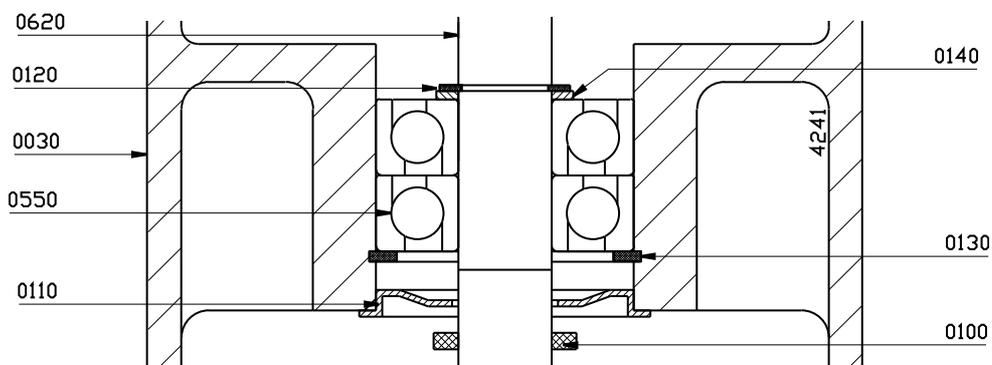

Figura 8: Montaggio cuscinetti a sfere.
**!** **Fare attenzione alla corretta posizione dei cuscinetti: l'anello interno del cuscinetto a sfere dovrà essere montato con il diametro inferiore verso il basso, vedere la figura 8.**